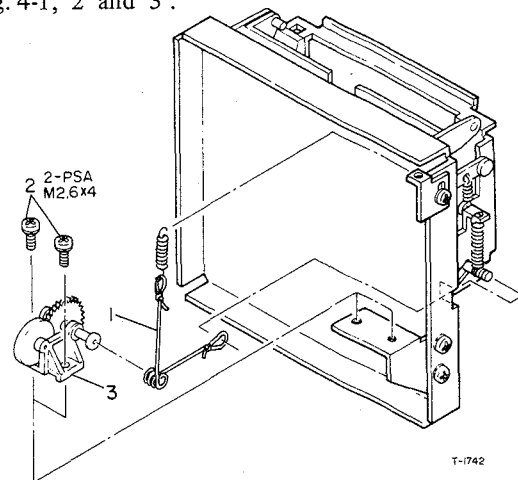

Fig. 4-2 Cassette Damper
2. Fig. 4-2, 1.
2. Fig. 4-2, 1 .